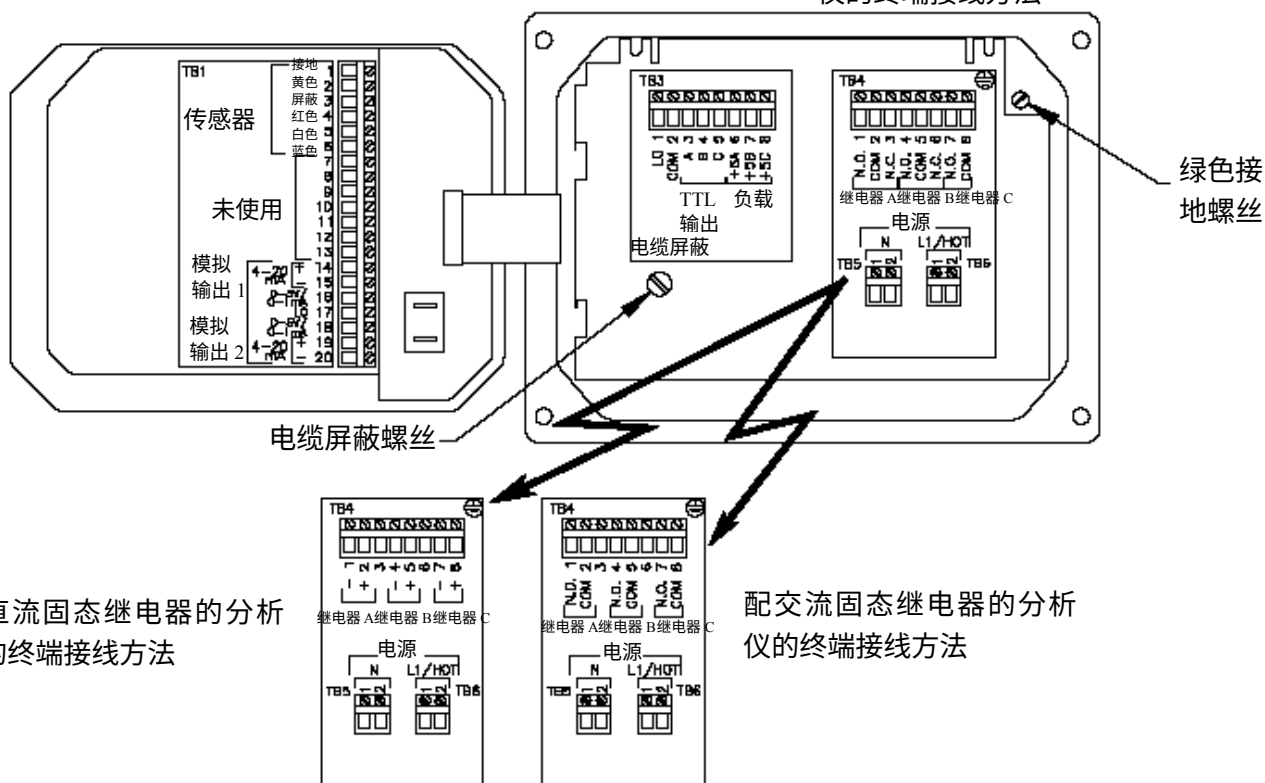

图 2-3 分析仪接线端子分配图
为了靠近接线端子进行电气连接，旋开四个固定螺丝后打开上盖。图 2-3 表示接线端子（位于分析仪外壳底部和后侧门上）排列和它们的分配情况。
**注意：**所有接线端子适合于单线尺寸为 14AWG (2.2 mm2)。据分析仪装配不同,图2-3 中标记了其特定的接线端子分配情况。
**标准传感器：**参考图 2-3，将传感器电缆线连接到 TB1 上的“传感器”接线端 1~6，要求与标明的颜色相匹配。总是将屏蔽线连至接线端 3。
**接线提示！**请采用高质量的、带屏蔽的仪器用电缆来连接模拟输出。为了尽量避免电磁噪声的干扰，请按照图 2-3 中所示的“电缆屏蔽螺丝”进行电缆屏蔽的连接。
**接线提示：**请采用高质量的、带屏蔽的仪器用电缆来连接 TTL 输出。为了尽量避免电磁噪声的干扰，请按照图 2-3 中所示的“电缆屏蔽螺丝”进行电缆屏蔽的连接。
1. 将地线接到分析仪的绿色接地螺丝，它位于 TB4 的右侧（如图 2-3 所示）。